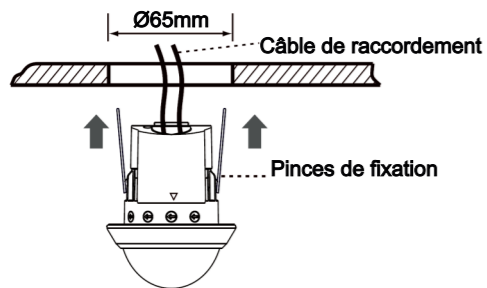

Figure 9
3.4.4 Poussez les deux pinces vers le haut et insérez le détecteur dans le trou foré dans le plafond. (Voir figure 9).